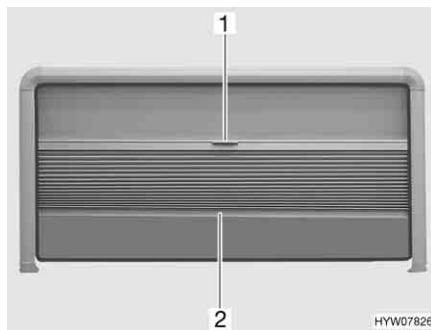

Fig. 37 Finestra apribile
**Chiusura:** ■ Afferrare la tendina oscurante pieghevole al centro dell'asta di chiusura (Fig. 37,2) e tirare delicatamente verso il basso.
**Apertura:** ■ Tenere la parte centrale dell'asta di chiusura (Fig. 37,2) della tendina oscurante pieghevole e spingere quest'ultima verso l'alto con cautela.
**Chiusura:** ■ Tirare la zanzariera a rullo verso il basso utilizzando la maniglia (Fig. 37,1).
**Apertura:** ■ Spingere la zanzariera a rullo completamente verso l'alto utilizzando la maniglia (Fig. 37,1).